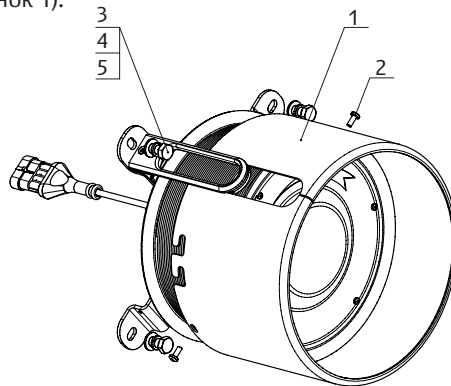
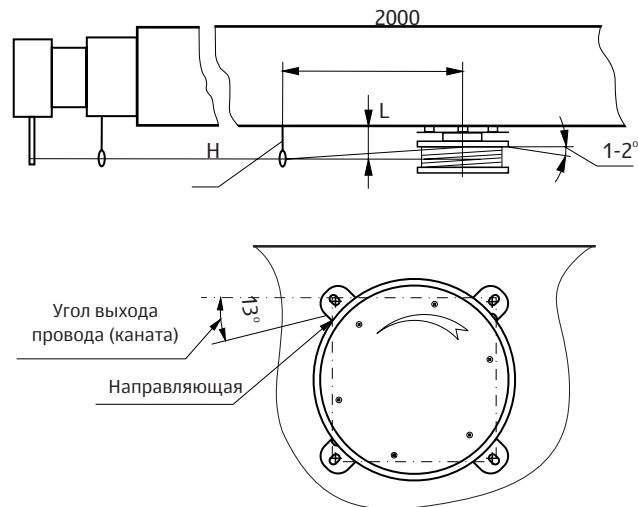

Рисунок 1. Установка начального натяжения датчика
Рисунок 2. Установка датчика на стреле
Для исключения провисания кабеля на каждой секции стрелы установить направляющие. Направляющую на корневой секции стрелы установить на расстоянии 2 м от датчика. Обеспечить расстояние от поверхности стрелы до центра направляющей Н равным расстоянию от поверхности стрелы до середины барабана датчика — L (см. рисунок 2). Закрепить датчик четырьмя болтами М8 (3), через отверстия в основании, подложив под головки болтов плоские (4) и пружинные шайбы (5) (см. рисунок 1).
- выкрутить три винта (2) и снять кожух (1) (см. рисунок 1);
- зафиксировать провод, установить кожух (1) и закрутить три винта (2) (см. рисунок 1).